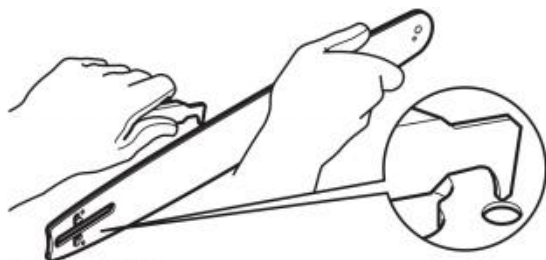

Fig. 71
4. Elimine los residuos de los rieles de la barra guía (C13) con un destornillador, una espátula, un cepillo de alambre u otra herramienta similar. Esto mantendrá abiertos los conductos de aceite para garantizar una lubricación adecuada de la barra guía (C13) y la cadena de la sierra (C12) (Fig. 71).